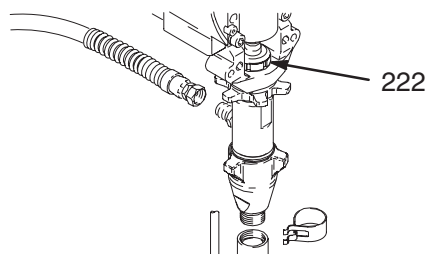

Fig. 11
1. Gennemskyl pumpen. Reducér trykket. Se Fig. 11. Drej pumpen med stempelstangen (222) til bundstilling.
2. Fig. 11. Fjern sugerøret og slangen.